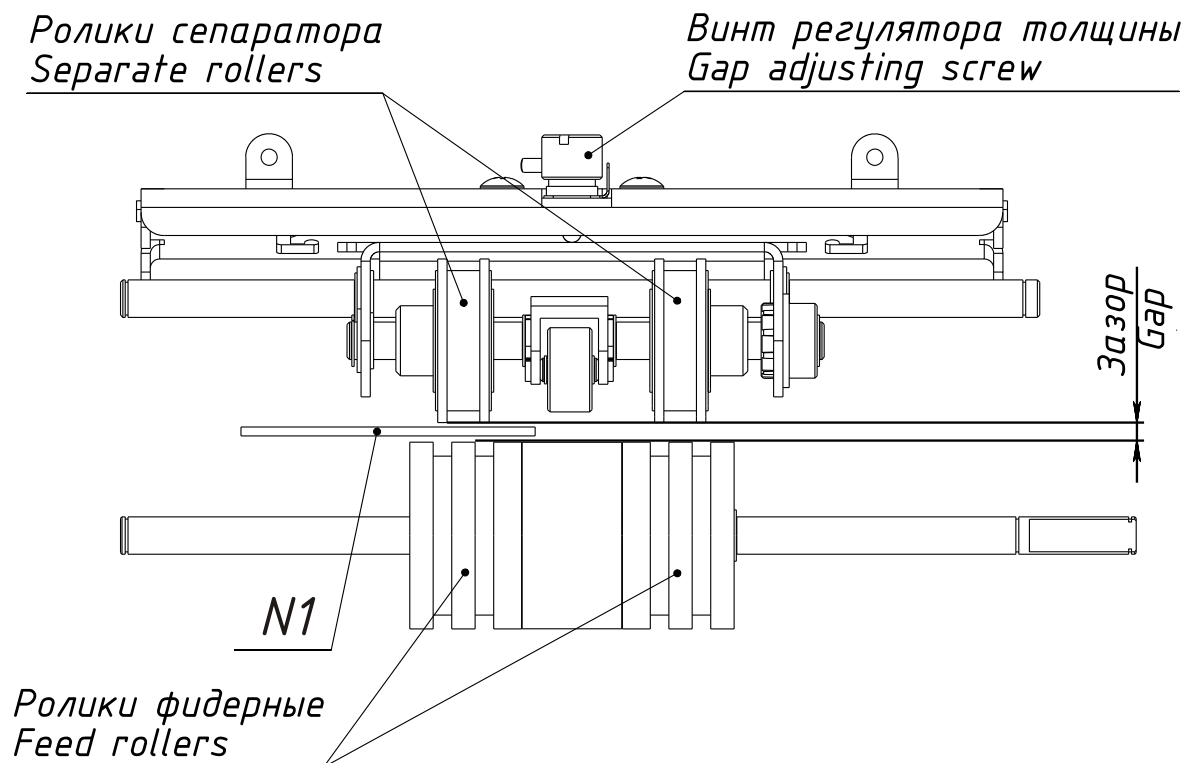

Рис. 147
9.3.1 Установить зазор между роликами сепаратора и фидерными вращением винта регулятора толщины. Банкнота должна проходить внутрь с небольшим напряжением. Если банкнота «проваливается», то нужно уменьшить зазор. Если же банкнота проходит между роликами с трудом, то зазор следует ослабить. Продолжайте настройку зазора до тех пор, пока банкнота не будет проходить с небольшим напряжением (см. Рис. 147).